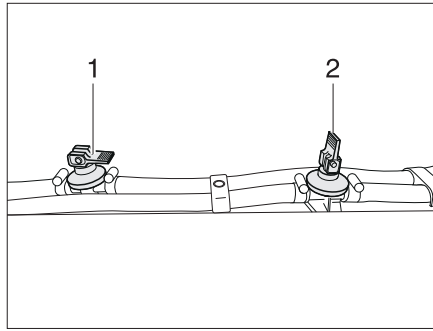

Fig. 342 Robinet de vidange
- Fermer tous les robinets de vidange. Placer le levier à bascule (Fig. 342,1) en position horizontale.